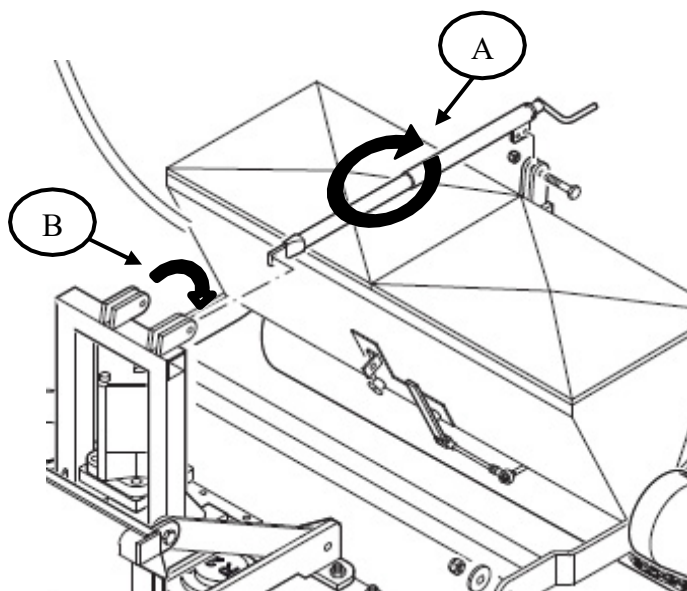

Fig. 11
- 2- Monter såmaskinen på plass i valseenheten ved bruk av de samme festepunktene (fig.10a – fig. 11). Stram boltene slik at såmaskinbraketten og skruejusteringen kan skyves langs festepunktene (stram boltene, løsne dem deretter ¼ omdreining). For denne operasjonen anbefaler vi å bruke manuelle justerbare nøkler.